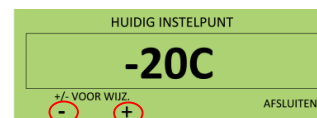

Fig. 2
3. Druk op beeldschermtoetsen + of – om de instelwaarde te wijzigen (fig. 2).